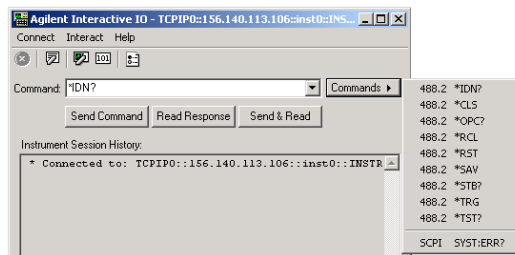

図 12 インタラクティブIOにある一般的な488.2およびSCPIコマンド
- 1 エクスプローラ枠でE5818を選択します。Tools > Interactive IOをクリックします。下の図12に示すように、インタラクティブIOには機器と通信するための多数の一般的なIEEE 488.2およびSCPIコマンドが用意されています。